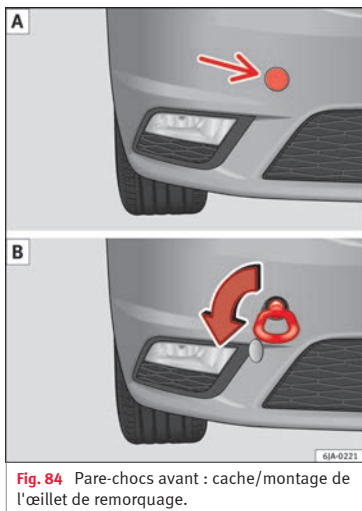

Fig. 84 Pare-chocs avant : cache/montage de l'œillet de remorquage.
- Appuyez sur la partie gauche du cache à l'endroit indiqué par la flèche »» **fig. 84 A**.
- Vissez l'œillet de remorquage à la main en le tournant vers la gauche jusqu'en butée »» **fig. 84 B**.